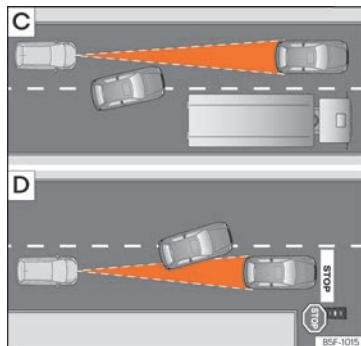

Abb. 183 **C**) Fahrspurwechsel eines anderen Fahrzeugs. **D**) Abbiegendes und weiteres stehendes Fahrzeug.
- Fahrzeuge, die in geringem Abstand auf die eigene Fahrspur wechseln »» **Abb. 183** [C].
Es ist möglich, dass ACC nicht auf stehende Fahrzeuge reagiert. Wenn z. B. ein von ACC erfasstes Fahrzeug abbiegt oder ausschert und sich vor diesem Fahrzeug ein stehendes Fahrzeug befindet, reagiert ACC nicht auf das stehende Fahrzeug »» **Abb. 183** [D].